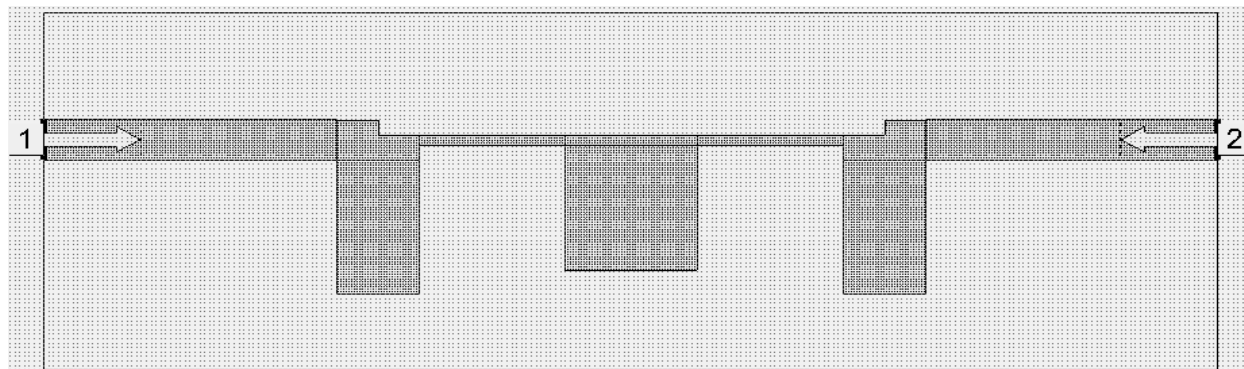

Рис. 2.28
3. Сделайте активным окно электромагнитной структуры, щёлкните по значку **Paste** на панели инструментов и вставьте топологию в корпус так, чтобы края входного и выходного проводников точно совпадали с краями корпуса (рис. 2.28).
6. Аналогично установите порт на выходе структуры. Созданная топология показана на рис. 2.28.